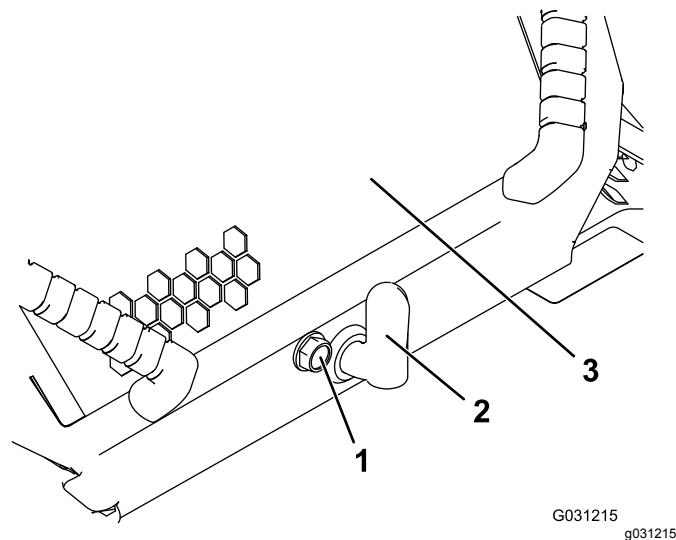

Figura 32
1. Allentate la vite di bloccaggio del cofano (Figura 32)
2. Girate il fermo del cofano in senso orario (Figura 32).
3. Alzate le maniglie per sollevare il cofano (Figura 32).
3. Serrate la vite di bloccaggio del cofano per fissare il dispositivo di chiusura (Figura 32).